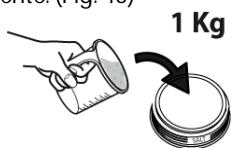

Fig.45
- 3- Vierta aprox. 1 kg de sal gruesa [NaCl] en el recipiente. (Fig. 45)